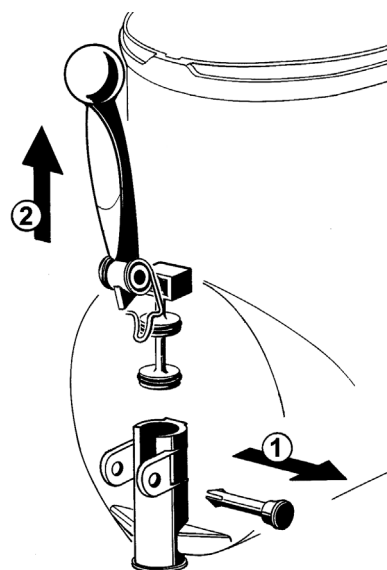

figura 12
5 Rimuovere il rubinetto sfilando il perno di bloccaggio e tirando la leva verso l'alto (vedere figura 12).
- 3 Riassemblare il rubinetto sul contenitore con sequenza inversa rispetto a quanto fatto per lo smontaggio (vedere figura 12).